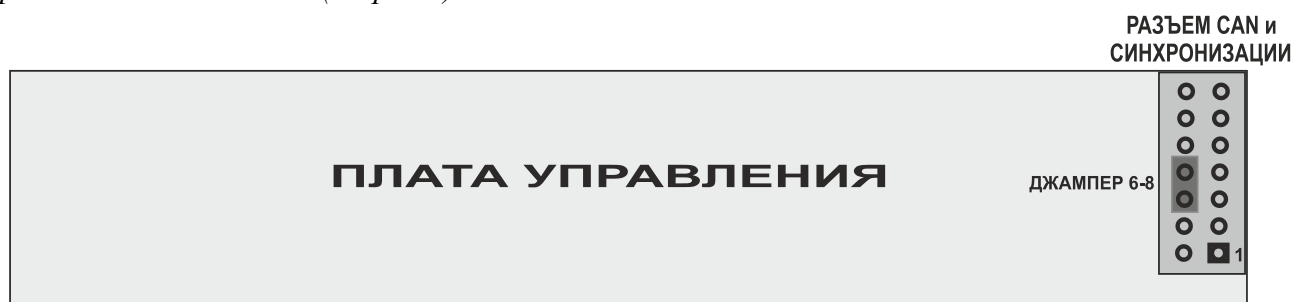

Рис.2
**ВНИМАНИЕ!** *Постоянное мигание зеленого светодиода «Работа» при свечении желтого светодиода «Вход» свидетельствует об отсутствии выходного напряжения инвертора. Наиболее часто длительное мигание зеленого светодиода означает, что к разъему CAN на лицевой панели инвертора не подключена ответная часть с перемычками или не установлена заменяющая внешний разъем перемычка для одиночной работы на разъеме внутри инвертора. Для обеспечения включения в случае одиночно работающего инвертора должен быть обязательно установлен джампер 6-8 в разъеме CAN и синхронизации платы управления (см.рис.2).*